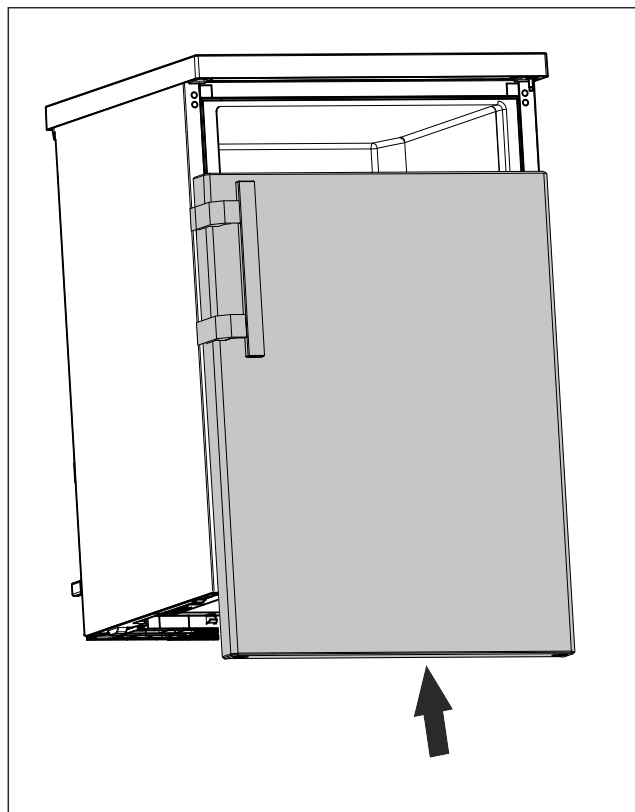

Fig. 20
- ▶ V zavřeném stavu nasad'te dvířka na horní čep. (viz Fig. 20)